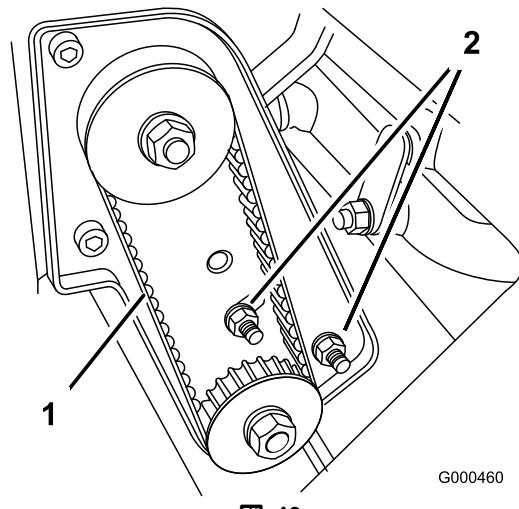

図 43
- A. ベアリング・ハウジング取り付けナットをゆるめる（図 43）。
- C. トルクレンチの設定が狂わないように注意しながら、ベアリング・ハウジング取り付けナットを締め付ける（図 43）。ベルトを締め付けすぎないように注意する。